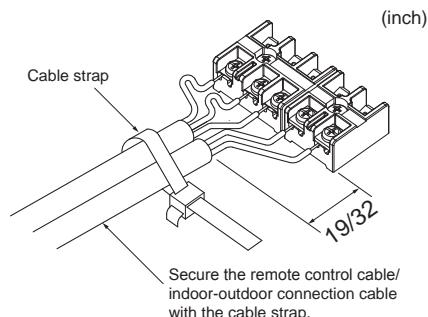

Fig. 4-3
4.1. Indoor unit (Fig. 4-1, Fig. 4-2, Fig. 4-3)